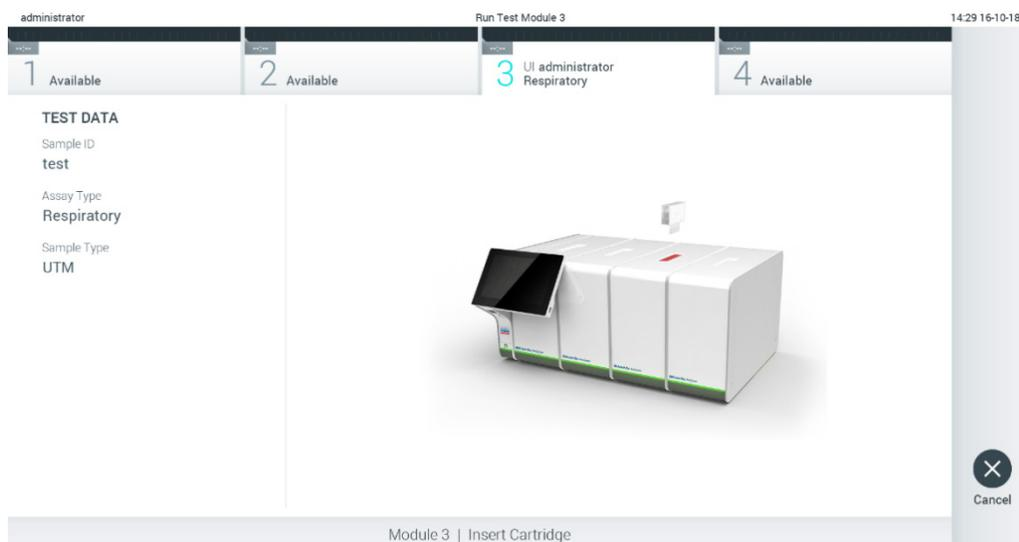

Figura 27. Inserindo o cartucho de ensaio QIAstat-Dx no QIAstat-Dx Analyzer 1.0.
7. Certifique-se de que as tampas de amostra da porta de swab e da porta principal do cartucho de ensaio QIAstat-Dx estejam firmemente fechadas. Quando a porta de entrada de cartuchos na parte superior do QIAstat-Dx Analyzer 1.0 se abrir automaticamente, insira o cartucho de ensaio QIAstat-Dx com o código de barras voltado para a esquerda e com as câmaras de reação voltadas para baixo (Figura 27).